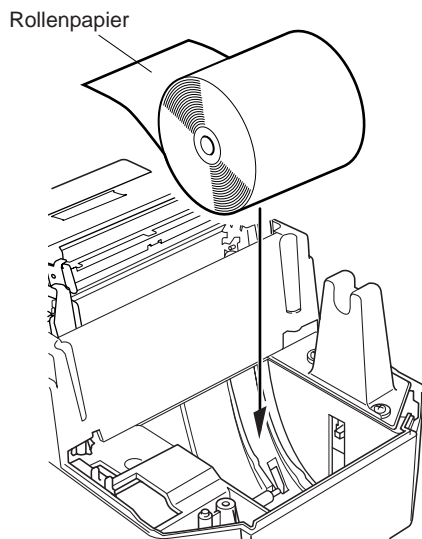

Abb. 6-13 Einlegen von Papier
- ② Schneiden Sie die Vorderkante des Rollenpapiers in einer geraden Linie ab.
- ③ Bestätigen Sie, daß der Drucker eingeschaltet ist.
- ④ Unter Beachtung der Richtung des Rollenpapiers das Rollenpapier in die Vertiefung setzen, wie in Abbildung 6-13 gezeigt.